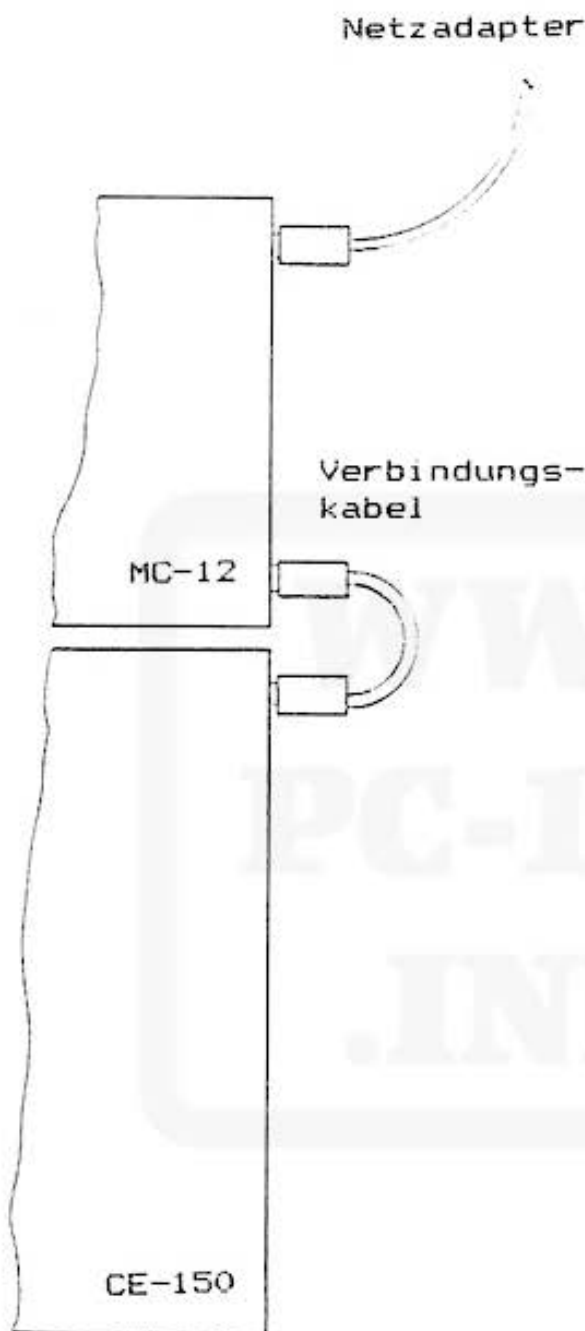

Bild 2-1
Tritt ERROR 78 oder ERROR 80 auf und Sie wollen mit dem Netzadapter weiterarbeiten, so muß der Computer PC-1500(A) ausgeschaltet werden und der Netzadapter wie in Bild 2-1 dargestellt, angeschlossen werden. Nach ca. 2 Minuten kann der Betrieb fortgesetzt und der Netzadapter wie in Bild 2-1 dargestellt angeschlossen werden. Der Betrieb kann ohne Wartezeit fortgesetzt werden.